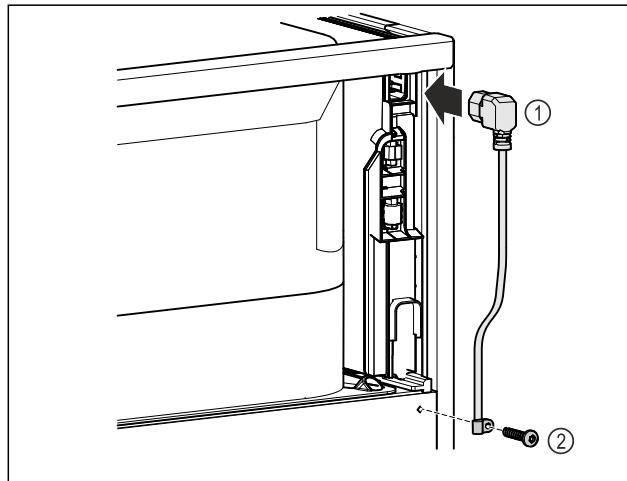

Fig. 8
► Вставте роз'єм «холодного підключення» кабелю підключення до мережі Fig. 8 (1) на задній стороні пристрію.
► Встановіть механізм для розвантаження кабелю від натягу. Fig. 8 (2)